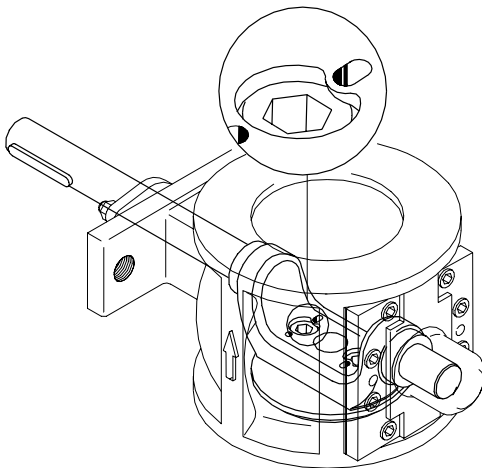

Fig.6-13.1 Montaje DN 40-250
2. **DN 40-250:** Fijar los pernos con un punzón para marcar en la parte posterior del dispositivo de eje. Se recomienda utilizar los granetazos en la parte posterior de este (→ Fig.6-13.1).
2. **DN 40-250:** Fijar los pernos con un punzón para marcar en la parte posterior del dispositivo de eje. Se recomienda utilizar los granetazos en la parte posterior de este (→ Fig. 6-13.1).